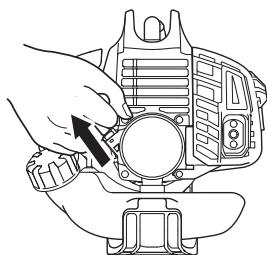

Fig. 16
3. Tirez vivement sur la corde du lanceur en accompagnant son retour, sans relâcher brusquement la poignée. (Fig. 16)